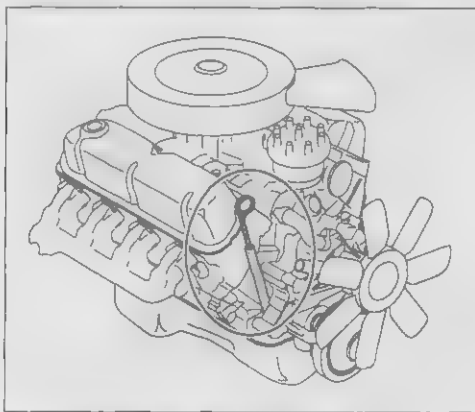

Рис. 3.9 Масляный щуп находится сбоку двигателя
1. Когда двигатель холодный (или не работал не меньше десяти минут), вытяните масляный щуп (который имеет кольцо на конце и торчит сбоку двигателя, как показано на рис. 3.9) и вытрите его чистой тряпкой без ворса.